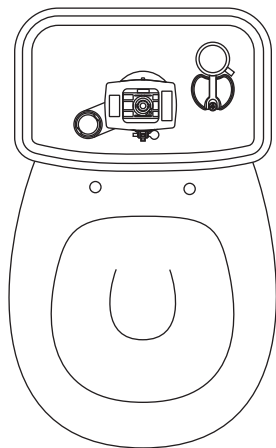
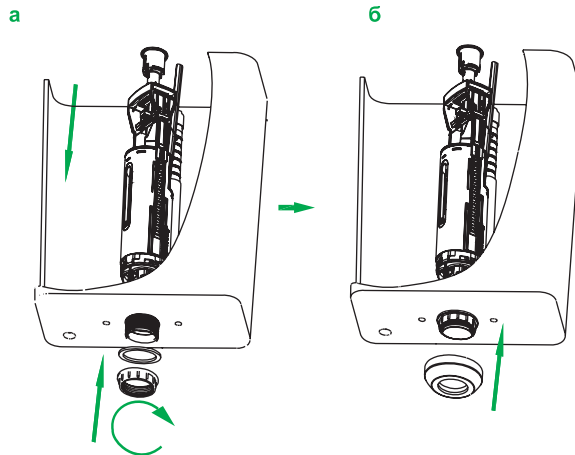

Рис. 8 / 8-сур.
Рис. 9 / 9-сур.
2. Открутите пластиковую гайку и установите клапан выпуска, как показано на рис. 9а. **Внимание: верхняя часть коромысла должна располагаться параллельно передней стенке бачка (рис. 8).**